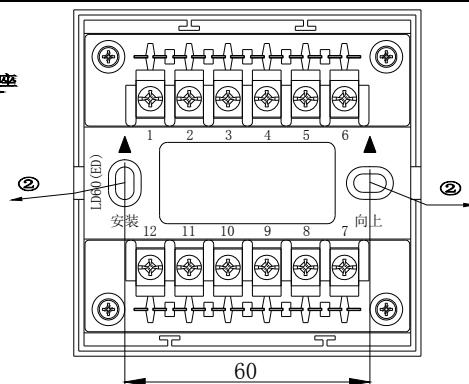
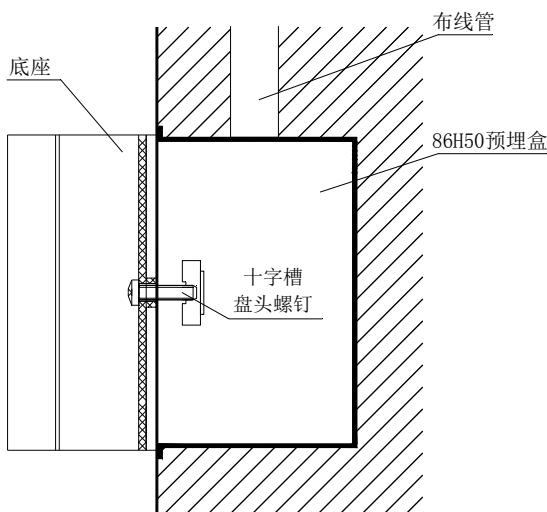

图 3-3 底座图
图 4-1
- 2) 安装尺寸如图 3-3 所示。
- ★ 固定底座: 将导线从LD60(ED)底座背面进线孔穿入, 用M4螺钉如图4-1所示将其安装在预埋盒固定孔上, 安装尺寸见图3-3。